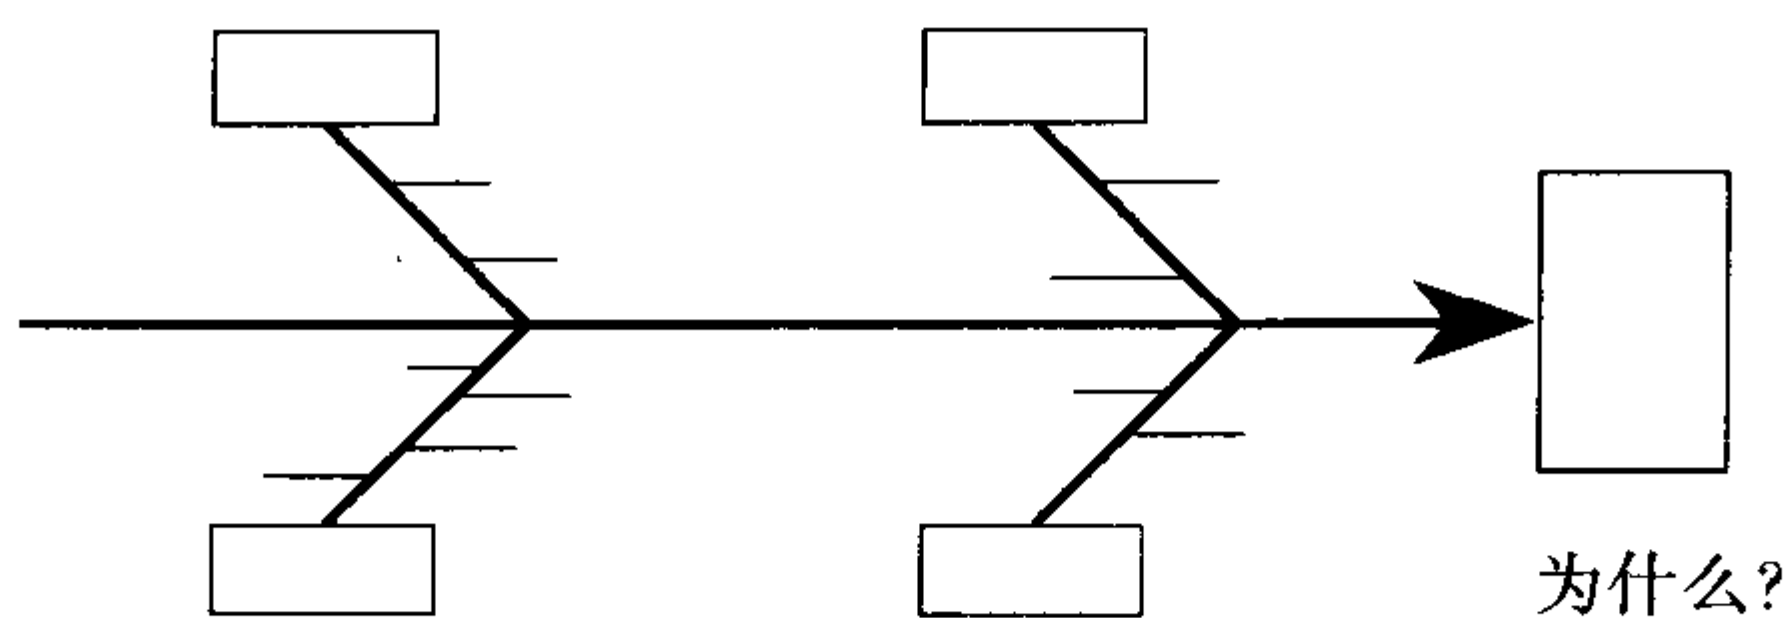

图 7-7
(1) 寻求原因型：先列出可能会影响制程（或流程）的相关因子，以便进一步由其中找出主要原因，以此图形表示结果与原因之间的关系。如图 7-7 所示：